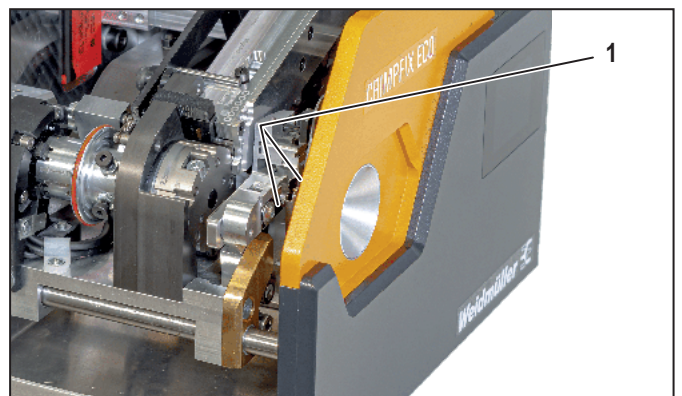

Bild 7.3 Avisoleringsenhet
- Rengör avisoleringsknivarna med en pensel och en mjuk trasa, se Bild 7.3, 1.